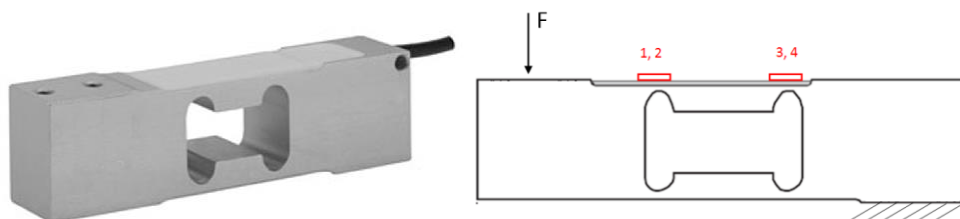

Figura 1 - Modello 1042, Vishay Tedea-Huntleigh.
- Cella di carico di riferimento: viene utilizzata nella taratura per confronto, in modo da ricavare il valore dell'ingresso incognito. Il trasduttore di riferimento è una cella di carico a flessione, modello 1042 della Vishay Tedea-Huntleigh; Il sensore è strumentato con quattro estensimetri incollati sul trasduttore come illustrato in figura 1. In Tabella 2 è riportato il data-sheet della cella; il valore di FS di riferimento è 5 kg.